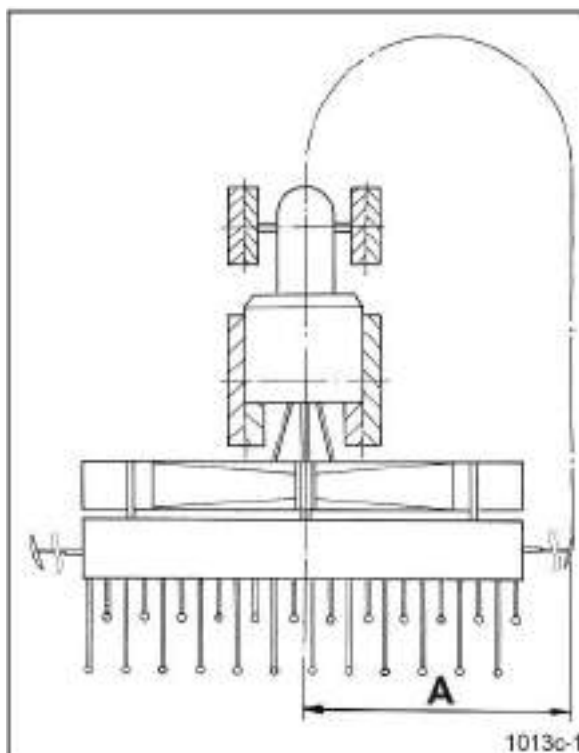

Рис. 87
4. Установите длину маркера на промежутке "А" (Рис. 87).
Промежуток А измеряется (Рис. 87)